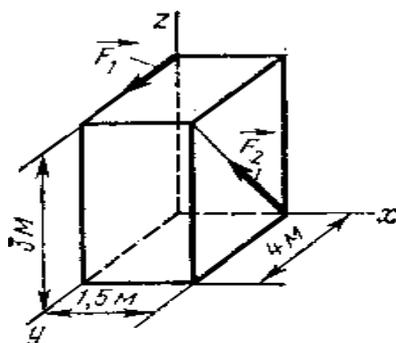

Рис.8
5. На прямоугольный параллелепипед, как показано на рис. 8, действуют силы  $F_1=10\text{Н}$  и  $F_2 = 20\text{Н}$ . Определить моменты этих сил относительно осей  $x$ ,  $y$  и  $z$ .